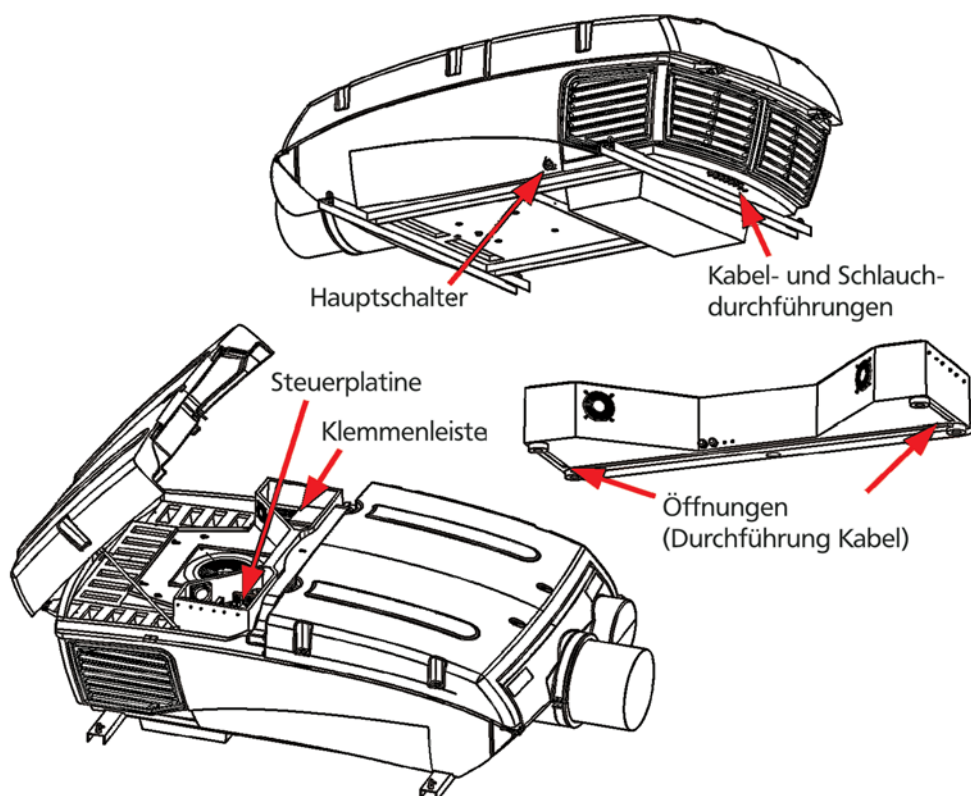

Abb. 5: Elektroinstallation
Die Kabel- und Schlauchdurchführungen befinden sich in der Mitte des Geräts unter den Luftansauggittern (s. Abbildung 5).
- Schließen Sie die Kabel für die elektrischen Anschlüsse an der Steuerplatine (Bedieneinheit) und an die Klemmenleisten (X1) im Klemmenkasten an. Diese können durch die Einkerbungen im Klemmenkasten geführt werden (Abbildung 5).
- Schließen Sie die Bedieneinheit an die Steuerplatine im ROOFTOP an (für die Position der Steuerplatine s. Abb. 5, S. 11).